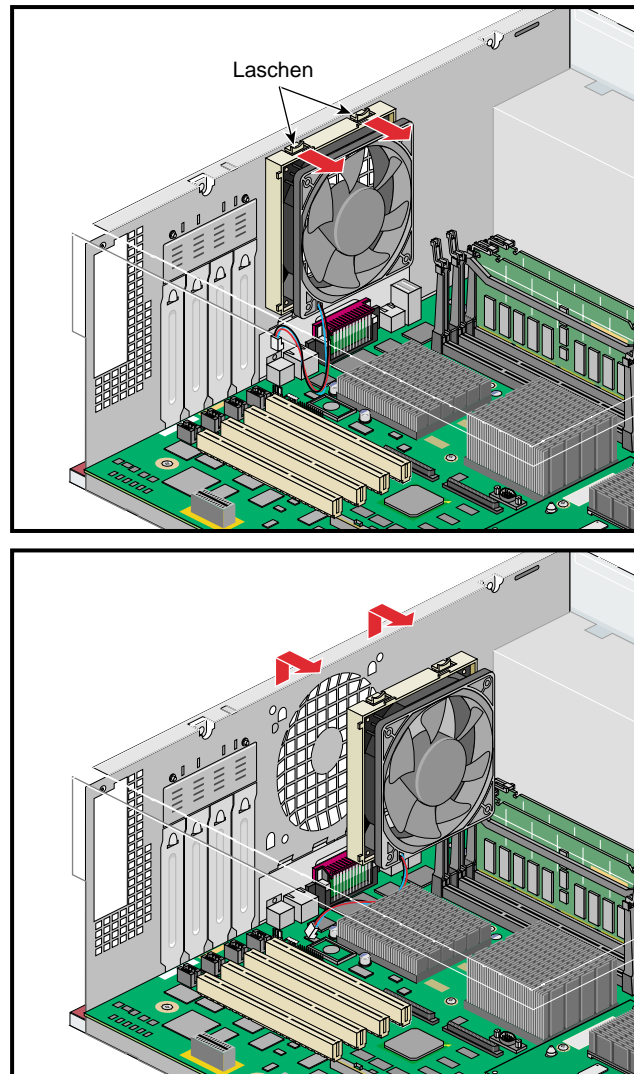

Abbildung 4-37 Entfernen des Abluftlüfters
3. Drücken Sie die beiden Laschen auf dem Lüfter in Richtung Gehäusemitte. Schieben Sie dann den Lüfter nach oben aus seinem Halter und nehmen Sie ihn aus dem Gehäuse. Siehe Abbildung 4-37.